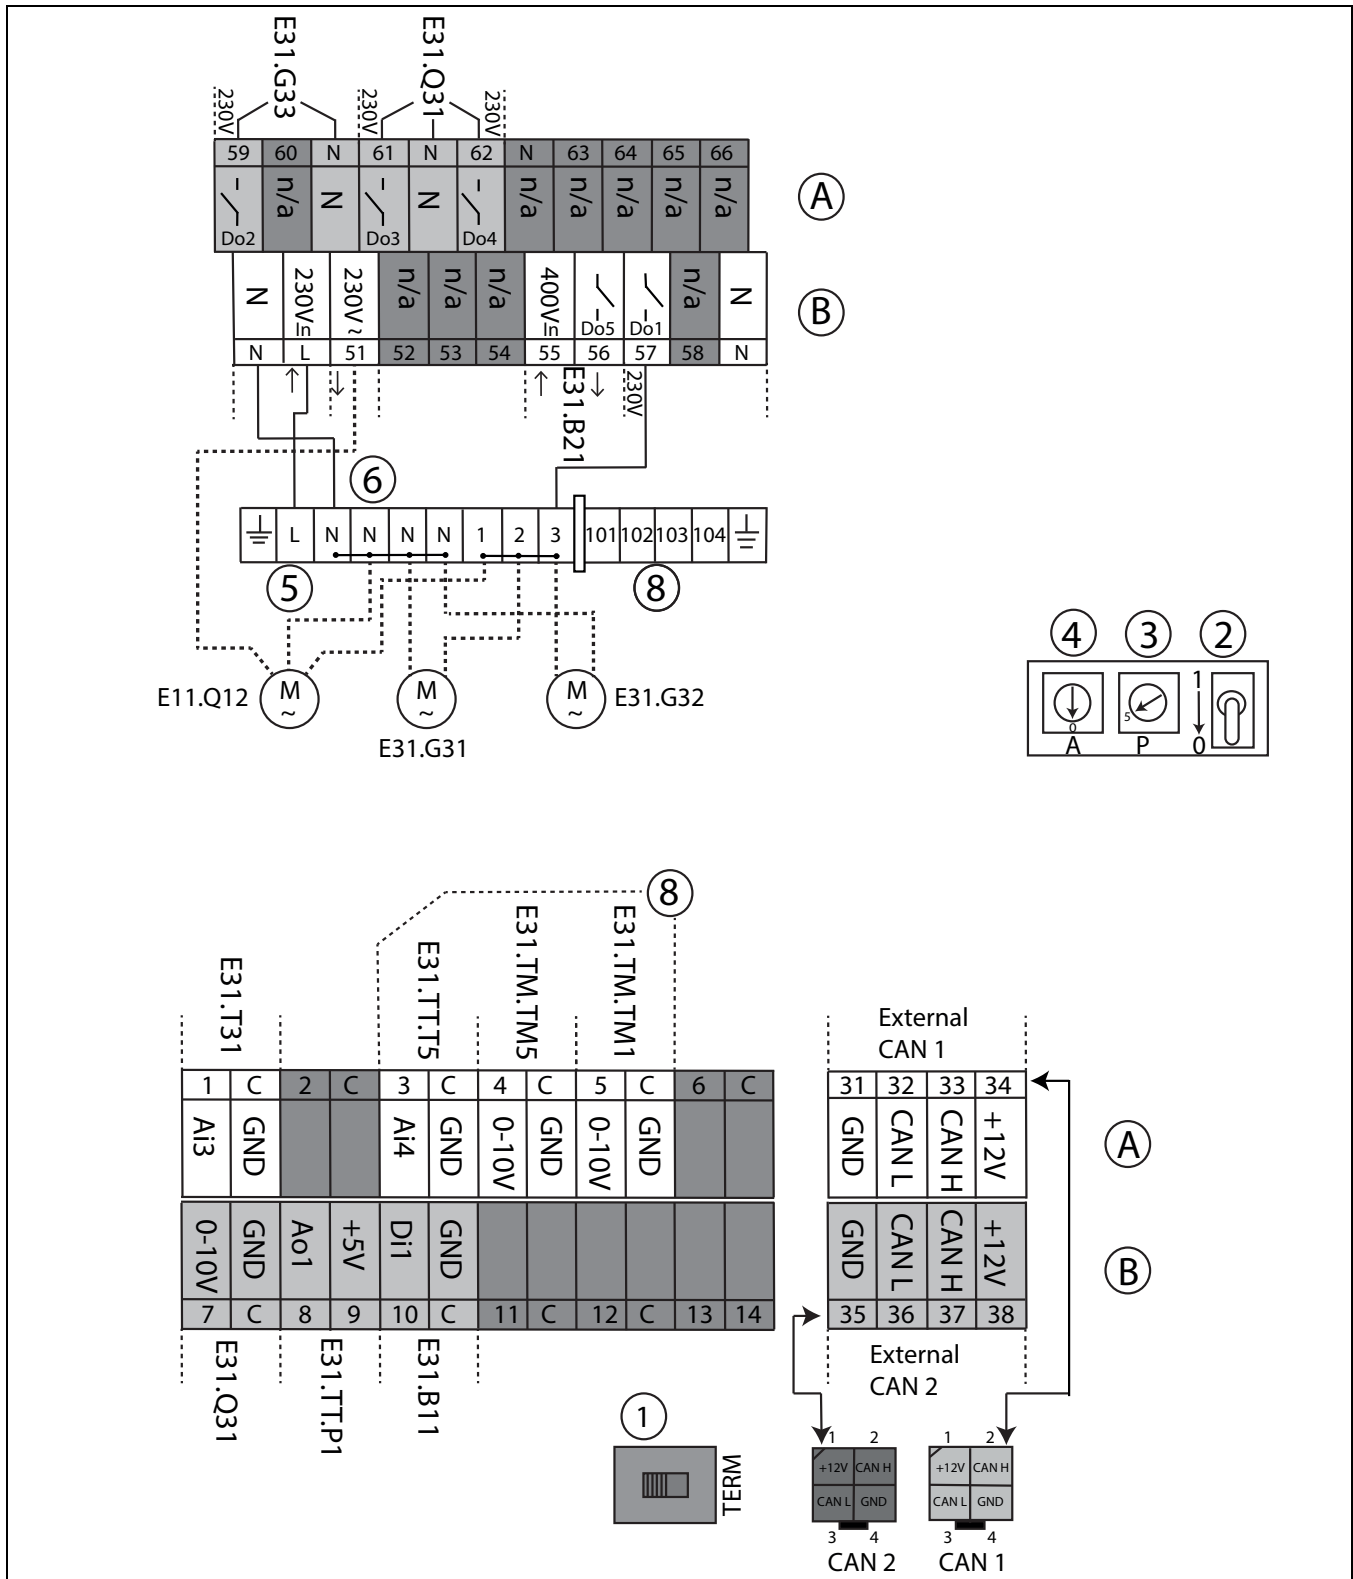

Bild 21 Schaltplan PXB
- [6, 7, 8] (Abb. 21, Kapitel 10.2)